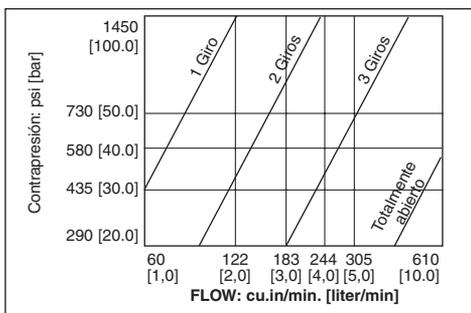

Figura 3, Contrapresión vs. restricción de flujo: G - F (ver figura I)
3. Para que haya menos restricción de flujo, afloje el restrictor según el gráfico de contrapresión vs. restricción de flujo, G-F (ver figura 3).